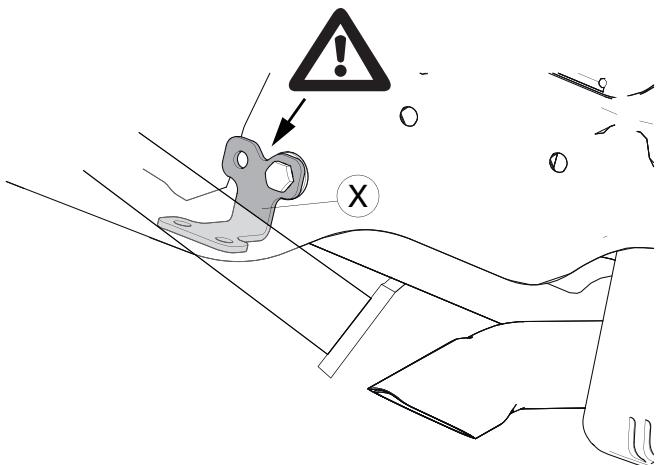

Fig.2
3. Установить кронштейны бампера. См. рисунок 2.